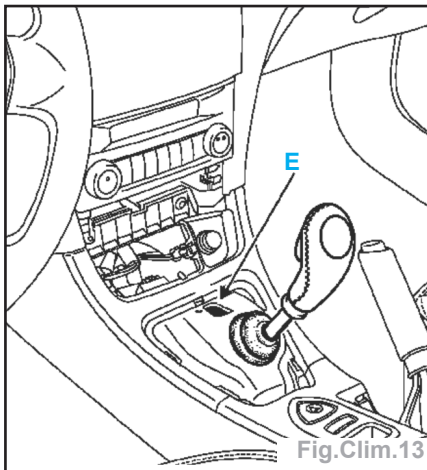

Fig.Clim.13
Nota : Il est possible de manœuvrer le levier de vitesses automatique en appuyant sur le bouton (E) situé devant celui-ci (fig clim 13).